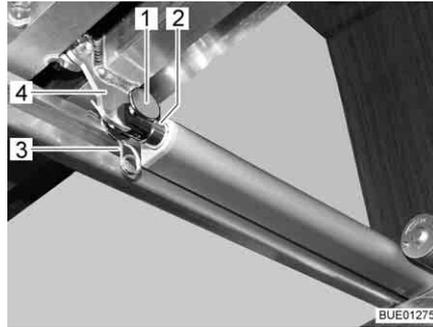

Fig. 135 Accionamiento
- Separar la unión (p. ej. perno y pasador elástico (Fig. 135,1 y 3)) entre la biela (Fig. 135,2) y el somier (Fig. 135,4).